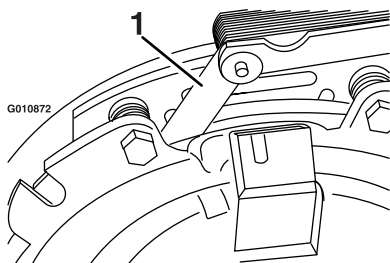
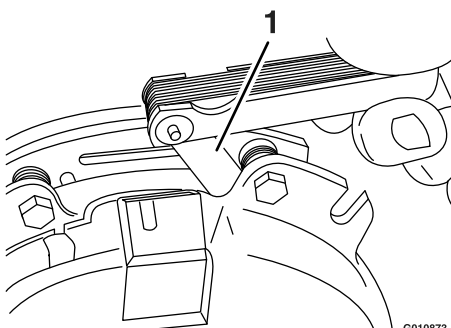

Figura 69
Figura 70
- E. Usando una galga de 0.25 mm (0.01"), compruebe la presencia de un espacio entre el rotor y la cara de la armadura en ambos lados del polo del freno, según se indica en Figura 69 y Figura 70.